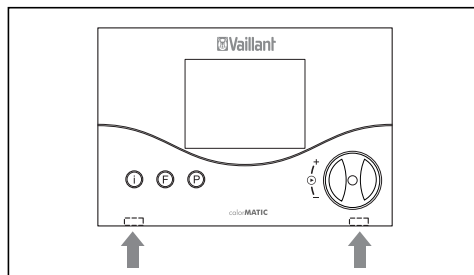

Fig. 4.1 Desbloquear las pestañas
- Presione las pestañas con cuidado utilizando un destornillador, desplázcelas a un lado. (Fig. 4.1) y saque el regulador hacia delante.